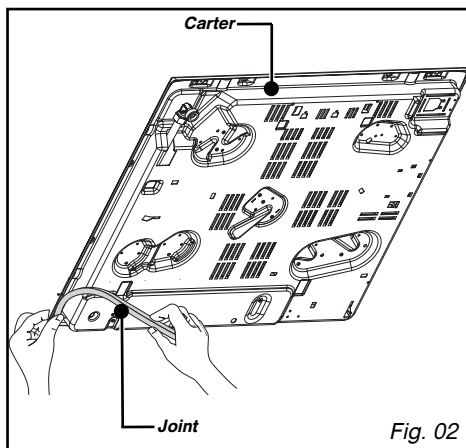

Fig. 02
– Pour assurer l'étanchéité entre le carter et le plan de travail, collez le joint mousse **sur le pourtour extérieur du carter**, avant l'installation de la table (Fig. 02).